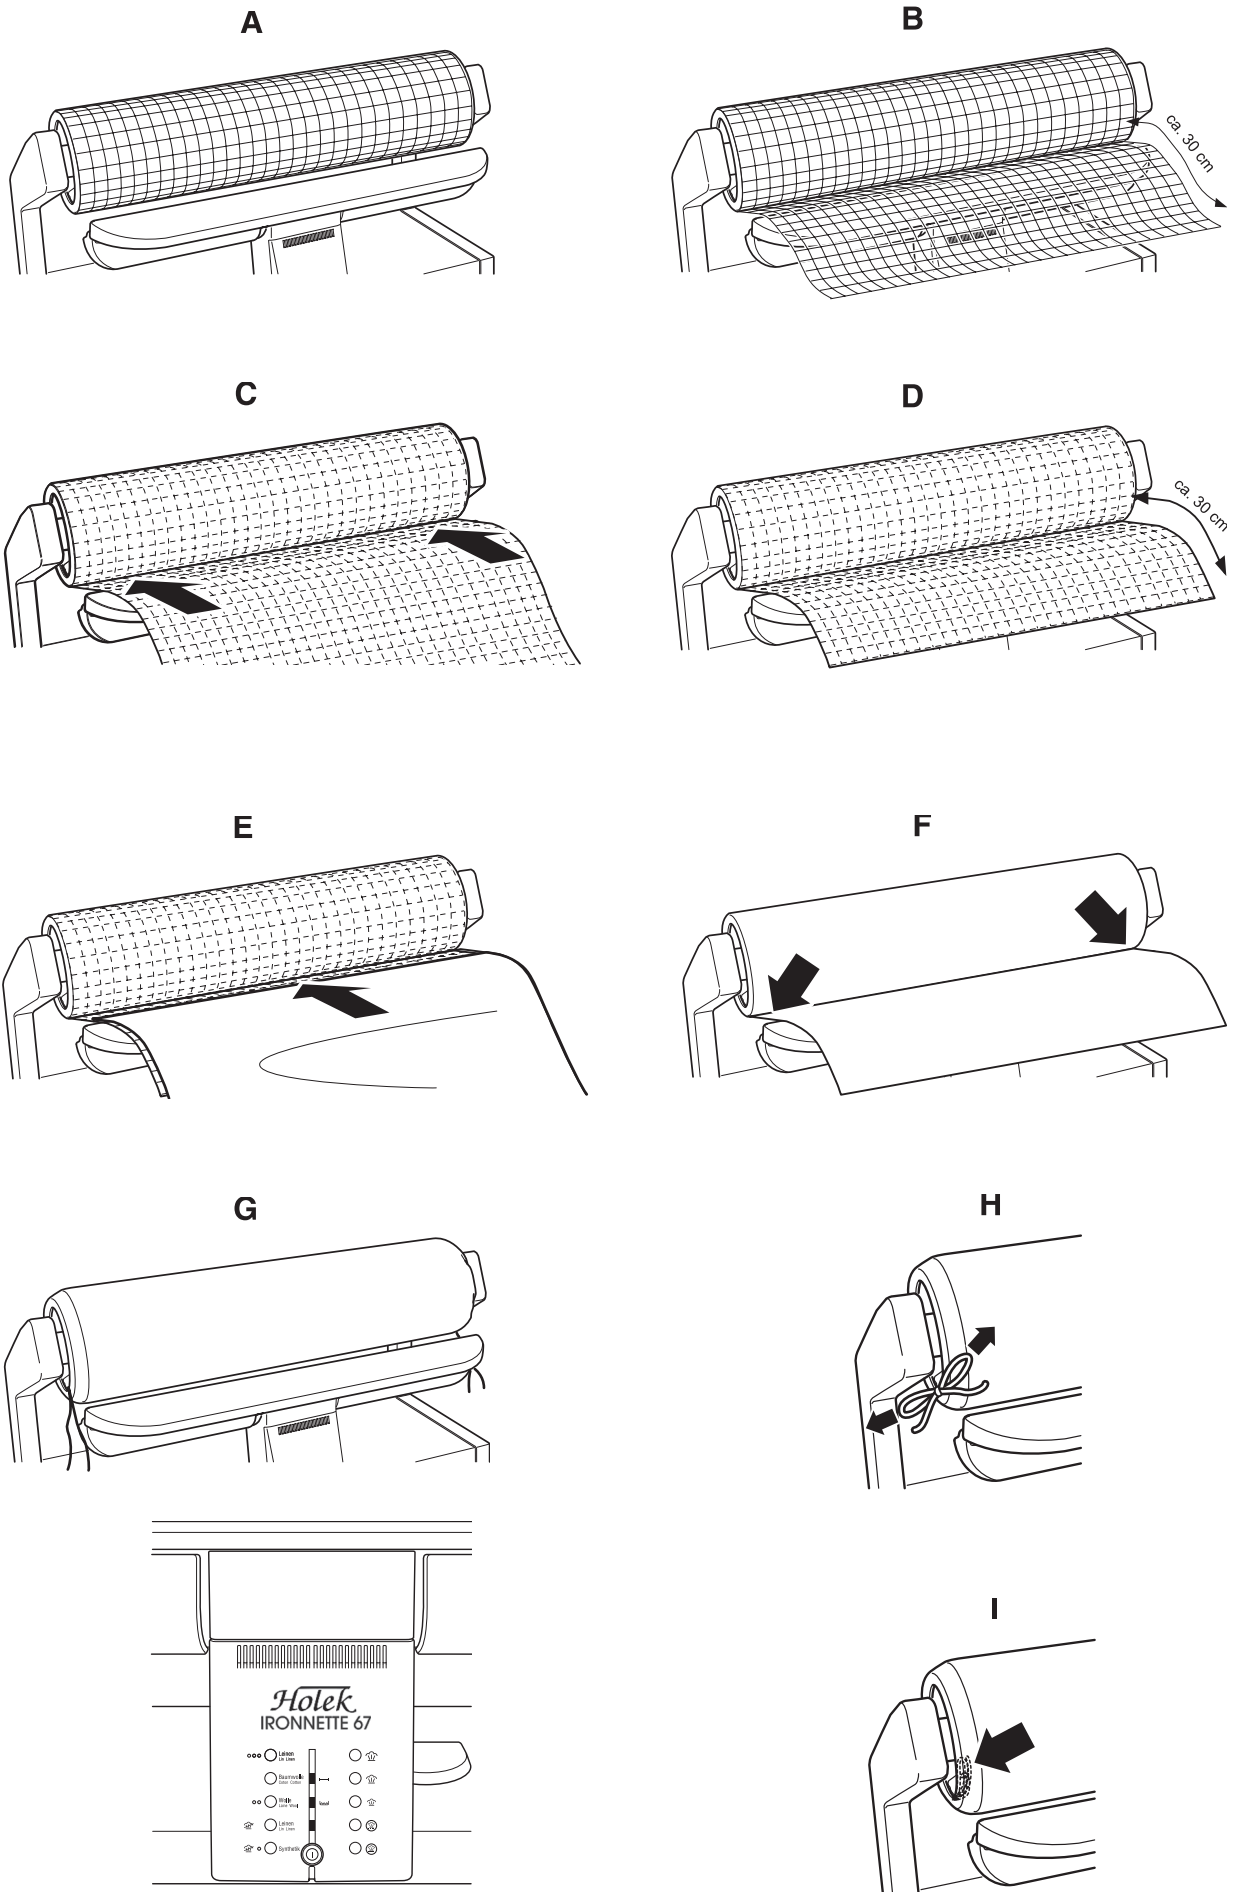

Fig. 6
- Das Bewickel-Programm ist aktiviert und wird angezeigt (Fig. 6).